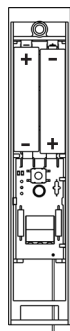

Рисунок 6
12.2.2 Учитывая длину проводов, для подключения модуля расположите БОС со снятой крышкой на оконной раме вертикально антенной вниз (см. рис.6).
- держатели батарей располагались над печатной платой (при вертикальной установке, см. рис.6);
- герконы (5) на плате БОС находились в центре отметок магнита.